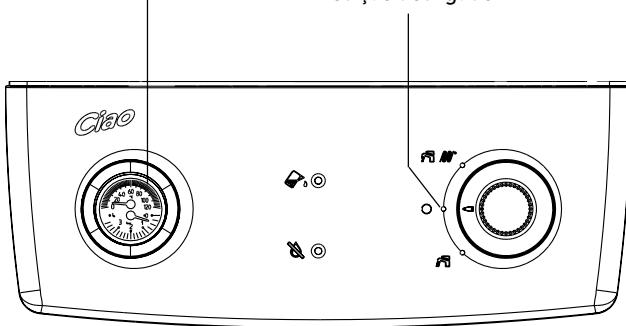

fig. 8
- colocar el selector de funcionamiento situado en el panel de mandos en la posición **O** (apagado) (fig. 8)
- abrir la llave de llenado del circuito (fig. 9) hasta que la presión indicada en el termohidrómetro llegue hasta 1 bar (fig. 8).
- apagar la caldera colocando el selector de funcionamiento situado en el panel de mandos en la posición **O** (apagado) (fig. 8)
- Posicionar o selector de função, localizado no painel dos comandos, na posição **O** (desligado) (fig. 8)
- abra a torneira de enchimento (fig. 9) até a pressão indicada no hidrômetro chegar a cerca de 1 bar (fig. 8).
- desligar a caldeira posicionando o selector de funções, localizado no painel dos comandos, sobre a posição **O** (desligado) (fig. 8)